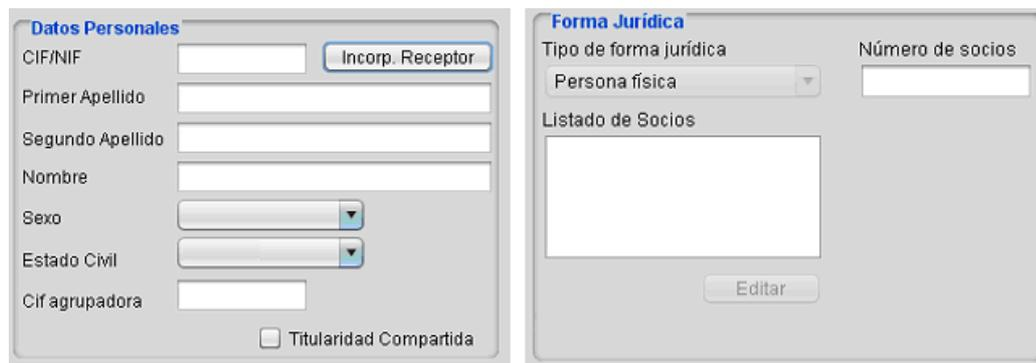

Fig. 120
**CIF/NIF:** CIF/NIF del solicitante. Se comprueba instantáneamente el cumplimiento del algoritmo de validación del mismo. En caso de ser un CIF vendrá premarcada en el apartado “Forma Jurídica” el tipo de persona jurídica según la letra del CIF. (Fig. 120)
**Primer Apellido, Segundo Apellido y Nombre:** En este apartado se muestran los datos de una persona física (nombre y apellidos) para el NIF, o los de una persona jurídica (razón social) para el CIF. (Fig. 120)
**CIF agrupadora:** CIF de la entidad agrupadora. (Fig. 120)
**Sexo:** Varón / Mujer. (Fig. 120)
**Titularidad compartida:** se marca esta casilla en el caso de que la titularidad de la explotación esté en régimen de titularidad compartida. (Fig. 120)